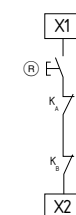

Fig. 7
**Pulsador de rearme externa (con detección de flancos) (véase fig. 7)**